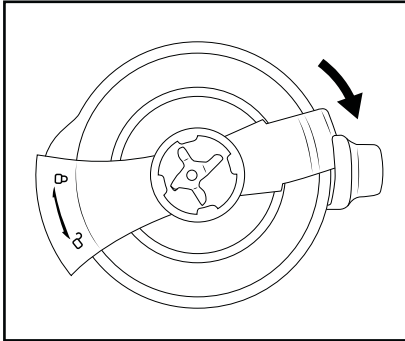

Abb. 3
- Drehen Sie die Deckelverriegelung **14** um 90° im Uhrzeigersinn (Richtung ) zu. Dabei schiebt sich die Deckelverriegelung **14** auf der einen Seite über die Ausgießnase und auf der anderen Seite in den Griff des Mixers **16**. (Abb. 3).